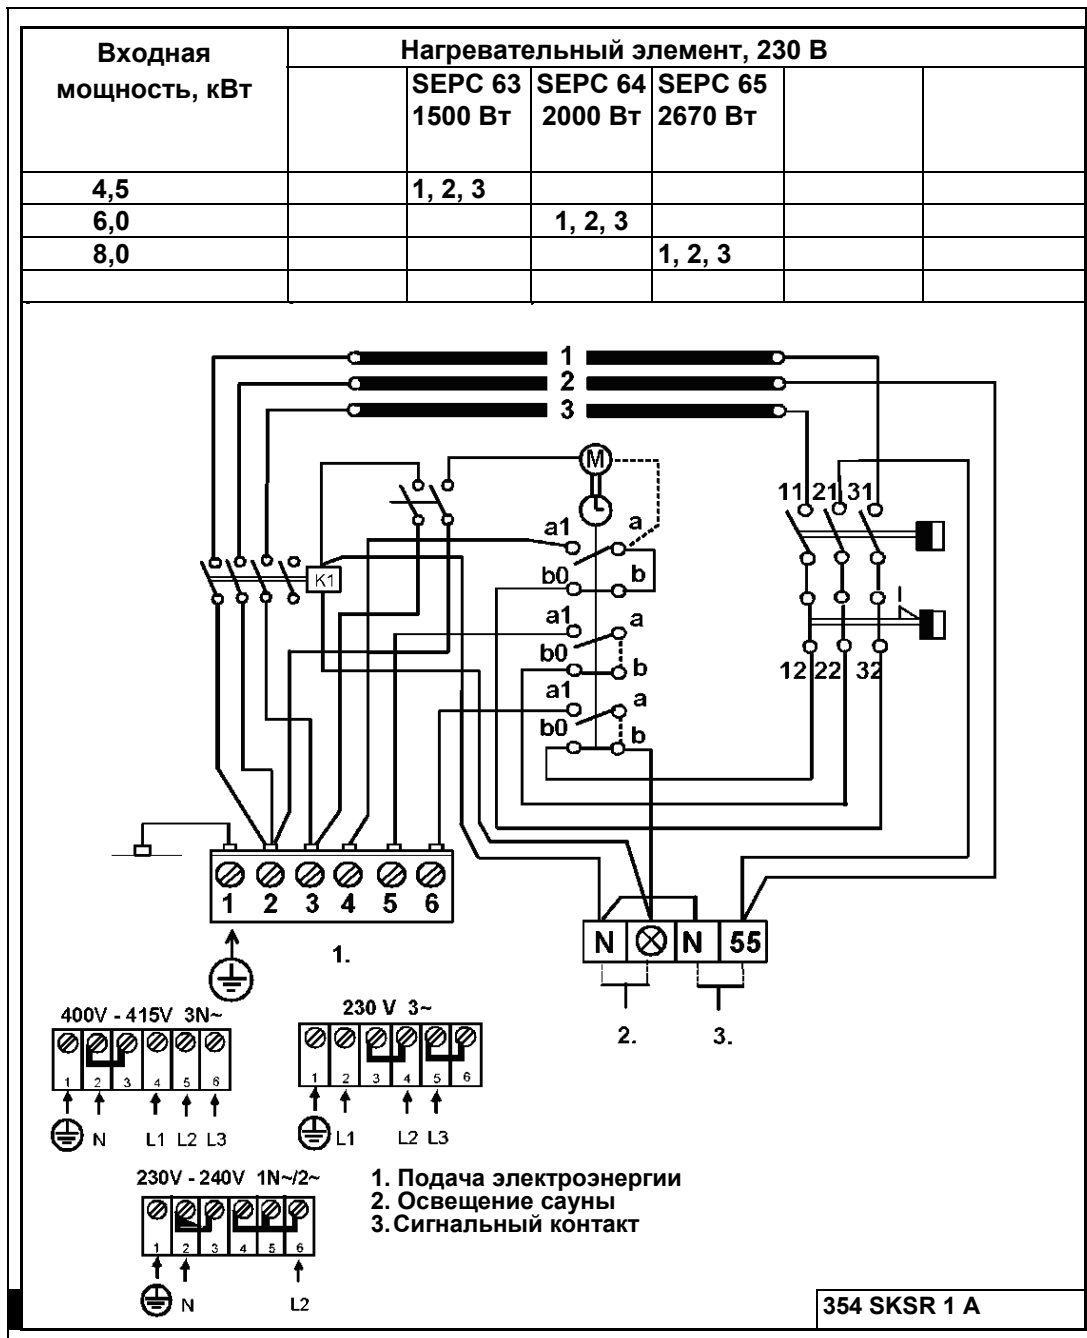

Рисунок 4. Монтажная схема для электрокаменки
5. соблюдать установленные безопасные расстояния вокруг электрокаменки (см. рисунок 4 «Безопасные расстояния электрокаменки для сауны»). Помните, что вокруг электрокаменки должно быть достаточно пространства для проведения техобслуживания, входной двери и т.п.